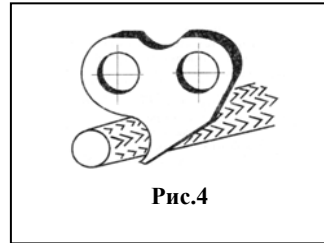

Рис.4
- для заострения хвостовика пользуйтесь круглым напильником (см. рис. 4);